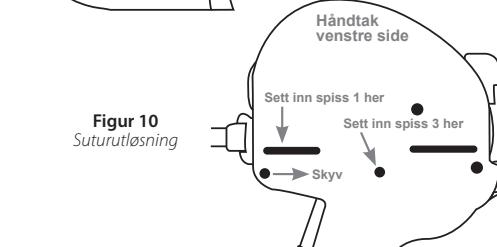

Figur 8
5.1.1 Hvis nålen ikke trekkes tilbake, setter du inn spiss 2 på redskapet til utløsning av håndtaket (**figur 8**) i hullet på høyre side av huset (**figur 9**). Spiss 3 bør peke i retning av retraksjonshendelen. Mens redskapet til utløsning av håndtaket fortsatt er inne, drei og hold det med lett fingertrykk, ca. 5–10 grader, og klem retraksjonshendelen forsiktig.
5.2.1 Dersom man ønsker å klippe av monofilamentsuturen uten å innføre det uretrale endestykket, innføres spiss 3 av redskapet til utløsning av håndtaket (**figur 8**) i hullet på venstre side av huset (**figur 10**).
5.2.2 Hvis suturen ikke klippes helt av i trinn 5.2.1, føres spiss 1 på redskapet til utløsning av håndtaket (**figur 8**) inn i furen foran til venstre på huset, og redskapet skyves fra forsiden til baksiden (**figur 10**).